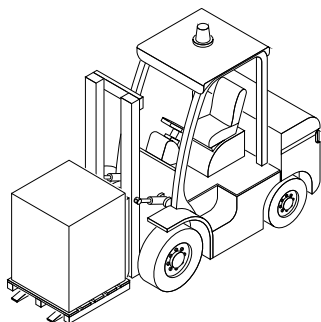

Abb. 5a
- Das verpackte Gerät nur mit Hubstaplern oder Handgabelhubwagen transportieren (Abb. 5a)